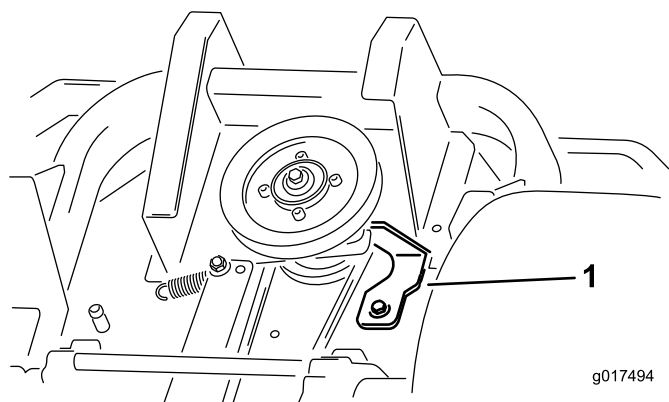

Figure 58
5. Déposez la butée d'embrayage, comme illustré à la Figure 58.
9. Reposez la butée d'embrayage, comme illustré à la Figure 58.